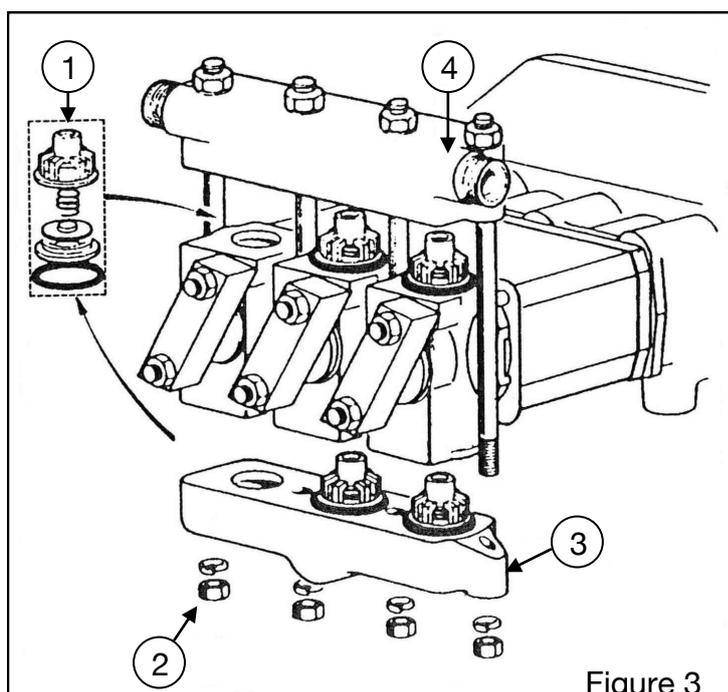

Figure 3
- Vérifier l'état des 6 ensembles de clapets (rep.1, figure 3) :
- Dévisser les 4 écrous (2).
- Retirer le collecteur d'aspiration (3).
- Retirer l'ensemble collecteur de refoulement (4) et ses 4 tirants.
- Démontez les 6 ensembles clapet (1), les nettoyer à l'essence, avant remontage les huiler légèrement.